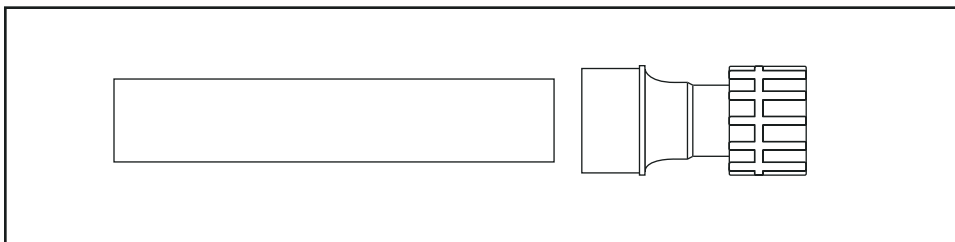

Figure 1: Connexion du tuyau en PVC à l'adaptateur coulissant
6. Assurez qu'un raccord mâle de 2,5 cm (D) (non fourni) est connecté au bout de la ligne d'alimentation de l'arroseur.
7. Connectez la rampe de distribution (E) à la conduite d'alimentation de l'arroseur au moyen du raccord union.
8. Vérifiez des connexions de la rampe (F) à chaque vanne.
9. Choisissez des adaptateurs appropriés pour votre système d'irrigation et connectez-les au coté fileté de la vanne (G) :
- PVC de 19 mm est utilisé comme manchon femelle pour le tuyau PVC de 19 mm [voir figure 1]